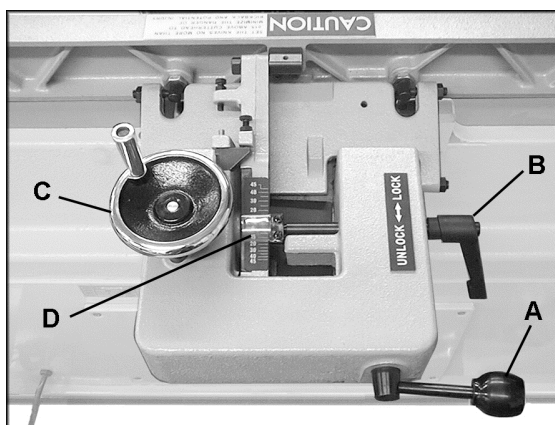
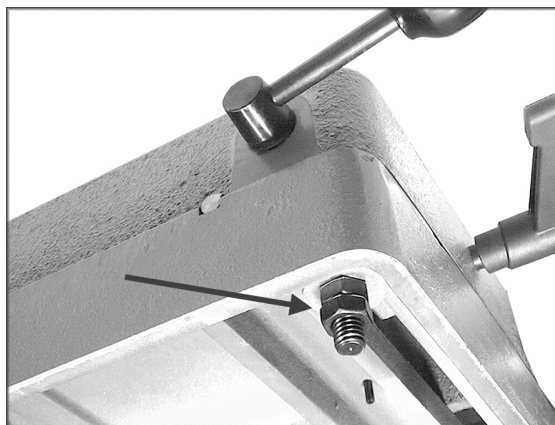

Рис. 14
Рис. 15
1. Ослабьте ручку фиксации (А, Рис. 14).
2. Сдвиньте весь узел упора в нужное положение и затяните ручку фиксации (А, Рис. 14). В передней части упора установлен пластмассовый буфер для защиты поверхности стола от царапин при перемещении упора.
**ПРИМЕЧАНИЕ:** если ручка фиксации (А, Рис. 14) расположена неудобно, то ее положение можно отрегулировать. Ослабьте две шестигранные гайки под кронштейном упора (Рис. 15). Установите ручку в нужное положение и снова затяните шестигранные гайки. Не перетягивайте их, так как это может затруднить перемещение упора по кронштейну.
1. Ослабьте зажимную рукоятку (В, Рис. 14).
2. Поворачивайте маховик (С, Рис. 14), чтобы выставить по шкале (D, Рис. 14)
нужный угол наклона. Либо можно положить на стол скошенную заготовку вплотную к упору и поворачивать маховик (С, Рис. 14), пока угол наклона упора не будет равен углу скоса заготовки.
3. Затяните зажимную рукоятку (В, Рис. 14).
Чтобы снять узел упора со станка, открутите две шестигранные гайки с одной плоской шайбой, с помощью которых упор закреплен на кронштейне (см. Рис. 15). Поднимите упор вертикально вверх и снимите со станка.